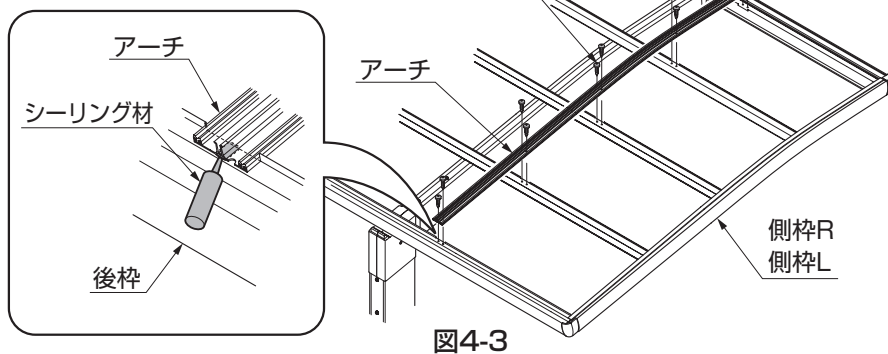
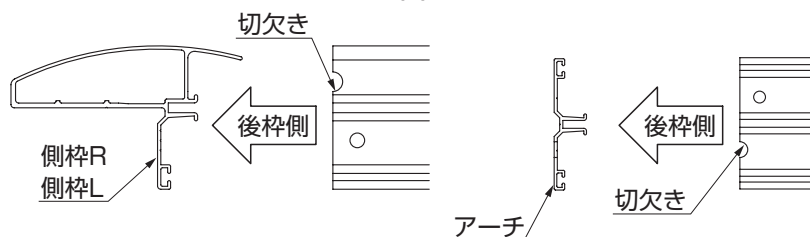

図4-3
図4-4
- 側枠R・側枠Lには左右があります。切欠きが入っている方を後枠側にしてください。(図4-4参照)
- ②前枠・後枠・母屋に側枠R・側枠Lの穴を合わせて、【1-5】で取付けてください。
- ③アーチの前後を確認して、前枠・後枠・母屋にアーチの穴を合わせて、【1-5】で取付けてください。
(図4-3、図4-4参照)
- アーチを後枠に取付ける前に、アーチと後枠のすき間にシーリング材を充てんしてください。(図4-3参照)